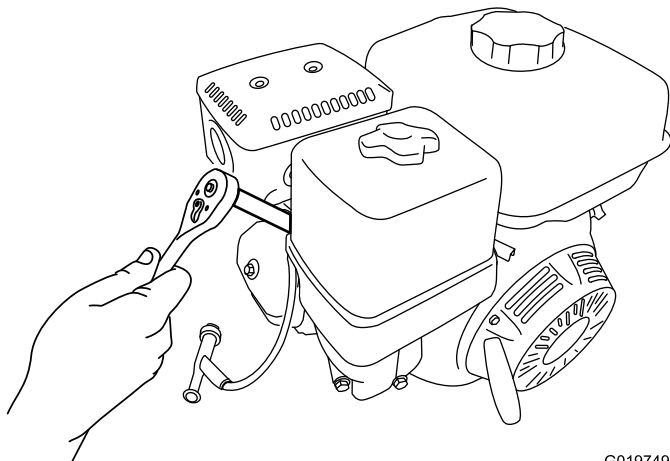

Figura 48
5. Gire la bujía en sentido antihorario usando una llave para bujías de 21 mm (13/16 pulgada) para desmontar la bujía y la junta (Figura 48).
2. Gire la bujía en sentido horario usando una llave para bujías de 21 mm (13/16 pulgada) hasta que la bujía y la junta estén asentadas (Figura 48).